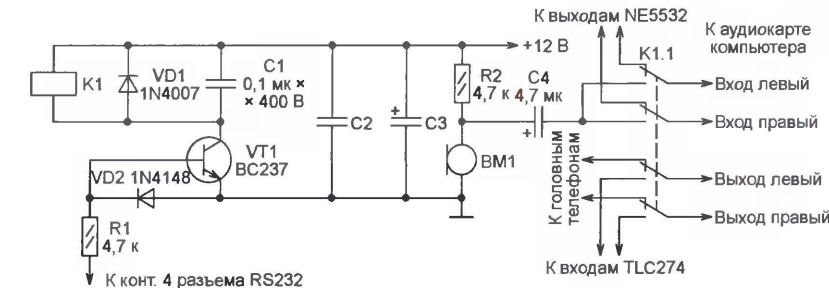

Рис. 8
1. Аудиокарту Audigy без отдельного микрофонного входа подключают, как показано на **рис. 8** (отсутствующие на схеме номиналы элементов не приведены в оригинале — прим. ред.). Преимущество этого решения — наименьшее число аудиокабелей (всего два стереофонических), недостаток — необходимость иметь реле с четырьмя группами контактов на переключение.